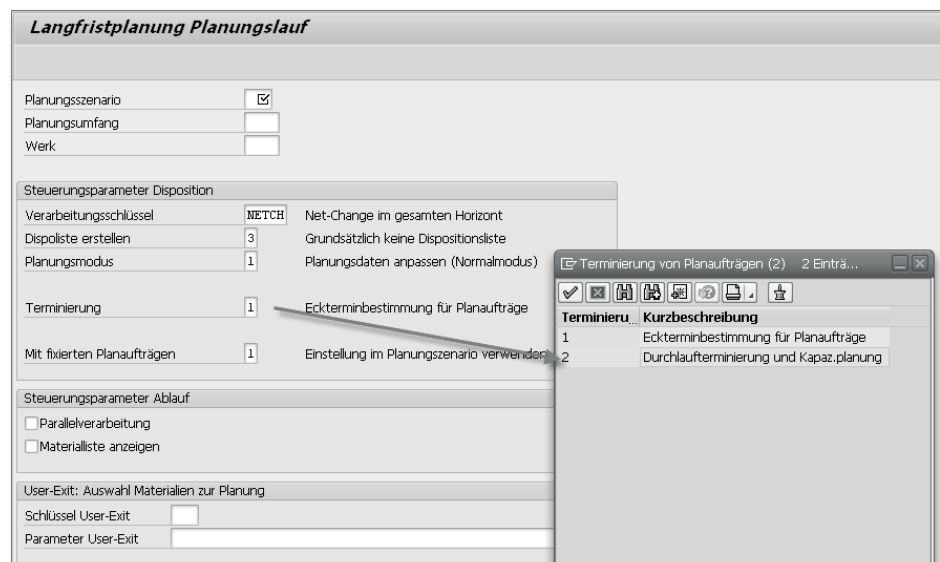

Abbildung 8.5 Transaktion MS01
Abbildung 8.5 zeigt die Einstellungen, die Sie in Transaktion MS01 vornehmen können. Grundsätzlich wird der Planungslauf pro Planungsszenario ausgeführt und ist somit ein Pflichtfeld, das Sie festlegen müssen. Die Langfristplanung findet auf Werksebene statt, und über den Planungsumfang können Sie eine Gruppe von Werken oder Dispositionsbereichen zusammenfassen. Dabei werden die von der Disposition ausgeschlossenen oder separat disponierten Lagerorte im Werksabschnitt mit geplant. Ein Unterschied zur operativen Planung mit Transaktion MD01 besteht darin, dass die Langfristplanung nur Planaufträge anlegt und daher keine Erstellungskennzeichen für Bestellanforderungen und Lieferplaneinteilungen vorgegeben werden kön-
- ▶ Wenn Sie im Einstiegsbild (siehe Abbildung 8.5) im Feld **TERMINIERUNG** die Option **DURCHLAUFTERMINIERUNG UND KAPAZ.PLANUNG** verwendet haben, werden für eigengefertigte Materialien auch simulative Kapazitätsbedarfe erzeugt. Nur wenn Sie diese Option ausgewählt haben, können Sie die Kapazitätsplanung verwenden.